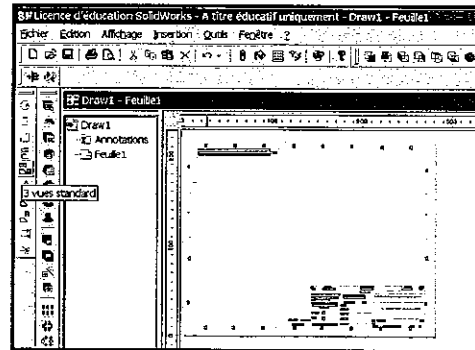

Fig.1
- 2.2- Demander 3 vues standard – fig.1